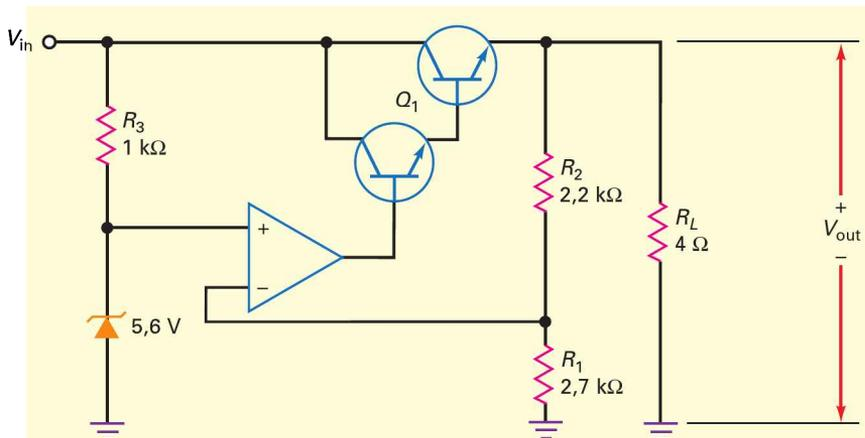

Figure 22.15
Quelle est la valeur approximative de la tension de sortie sur la figure 22.15 ? Pourquoi utilise-t-on un transistor Darlington ?
22.9 Avez-vous compris ? Reprendre la figure 22.15 et déterminer la tension de sortie si la tension Zener passe à 6,2 V.
Lors de la réalisation du régulateur série de la figure 22.15, les tests ont donné les mesures suivantes : $V_{NL} = 10,16 \text{ V}$; $V_{FL} = 10,15 \text{ V}$; $V_{HL} = 10,16 \text{ V}$; $V_{LL} = 10,07 \text{ V}$. Quelle est la régulation de charge ? Quelle est la régulation de ligne ?